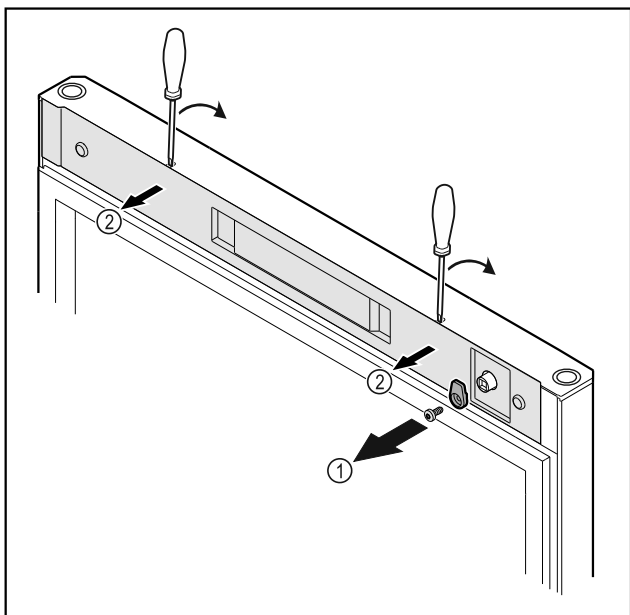

Fig. 12\*
- ▶ Ξεβιδώστε το άγκιστρο κλεισίματος Fig. 12 (1)\*
- ▶ Ξεκουμπώστε το κάλυμμα Fig. 12 (2) με ένα μικρό κατσαβίδι και αφαιρέστε το.\*